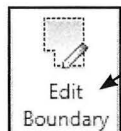

Fig. 08.51.
- Marker trægulvet og klik *Edit Boundary* (Fig. 08.51).